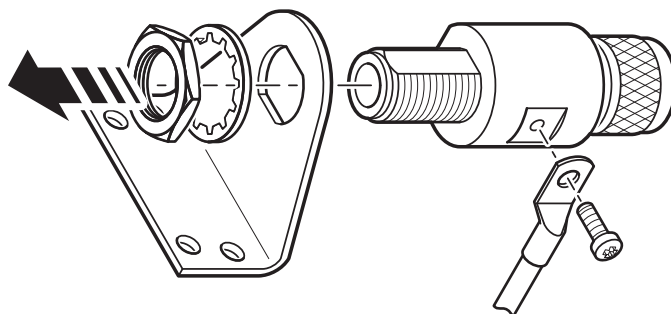

Abbildung 9.8: Montage des Überspannungsschutzes MBG S-PRO
2. Befestigen Sie die mitgelieferte Halterung wie in Abb. 9.8 gezeigt und montieren Sie dann den MBG S-PRO an der Halterung.